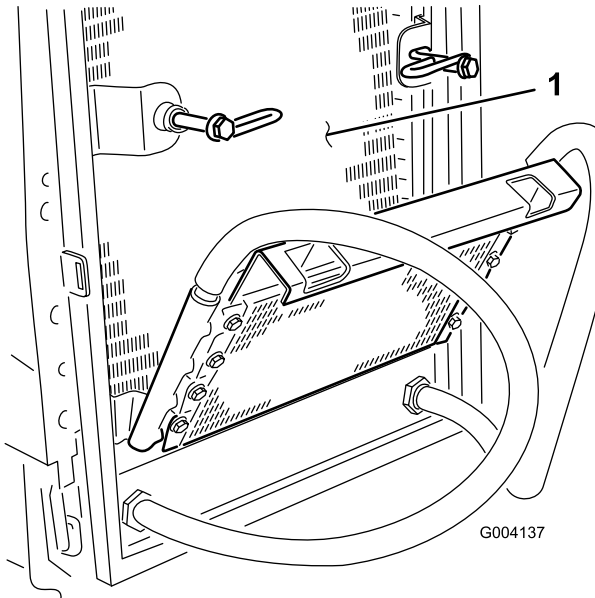

Figura 65
6. Limpe os dois lados do dispositivo de arrefecimento de óleo e o radiador (Figura 65) com ar comprimido.